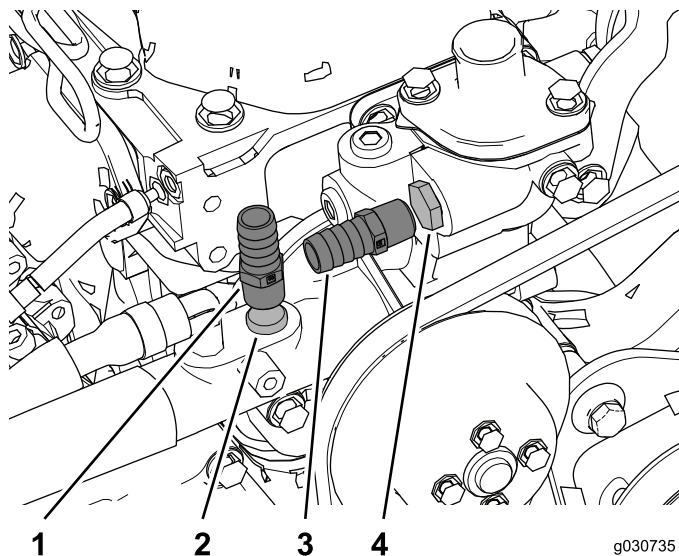

图37
2. 拆下发动机上的加热器供水和回流软管插头，并安装接头 (3/8 NPT x 0.625 倒钩)，如图37 所示。